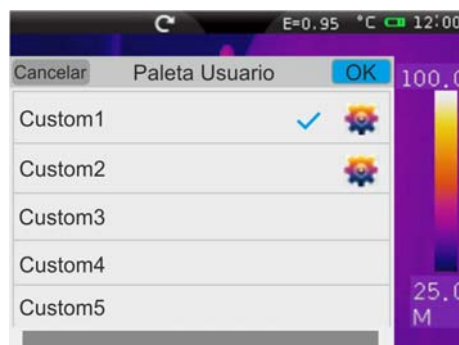

Fig. 50: Inserción de nuevas paletas Usuario
6. Toque el texto “**Agregar**” para agregar más paletas personalizables (vea el Fig. 50). Es posible añadir un **máximo de 8 paletas** además de las dos presentes por defecto. Toque el texto “**Eliminar**” para borrar las paletas personalizables a excepción de las dos presentes por defecto